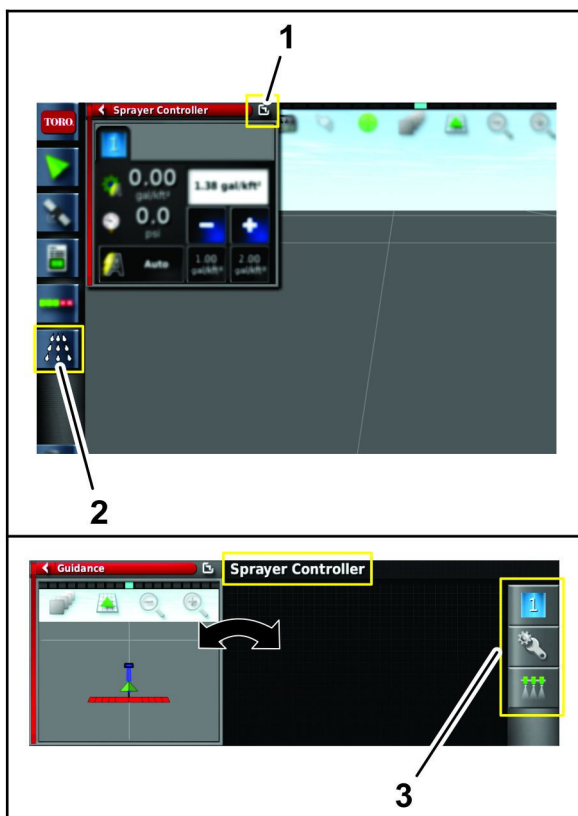

Figura 177
3. Premete l'icona Controller dell'irroratrice (Figura 177).
5. Premete l'icona di Configurazione nel sottomenu Controller dell'irroratrice per visualizzare il menu di configurazione (Figura 177).
9. Premete l'icona di Cambio finestra per tornare al menu Controller dell'irroratrice (Figura 177).